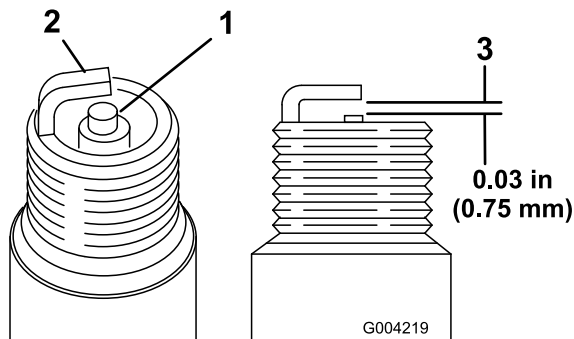

Figura 37
1. Mire la parte central de ambas bujías (Figura 37). Si se observa un color gris o marrón claro en el aislante, el motor está funcionando correctamente. Si el aislante aparece de color negro, significa que el limpiador de aire está sucio.
2. Compruebe la separación entre los electrodos central y lateral (Figura 37).
3. Si la distancia no es correcta, doble el electrodo lateral (Figura 37).